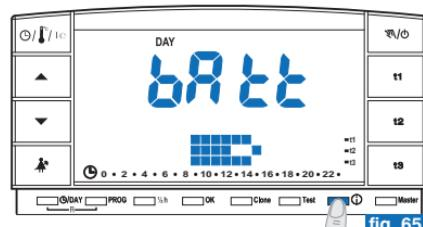

fig. 65
- Desde la pantalla anterior pulsar otra vez la tecla ① en la pantalla aparecerá el nivel de carga de las pilas (ejemplo fig. 65).
- Desde la ventana anterior (fig. 65) pulsar nuevamente la tecla **①** : en pantalla aparecerá el número de serie que es transmitido por el cronotermostato cada vez que se produce una transmisión de datos (ejemplo fig. 67).